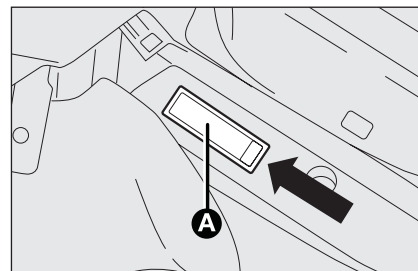

fig. 35
- mediante il cacciavite in dotazione, estrarre la plafoniera **A**-fig. 35 agendo nel punto indicato.